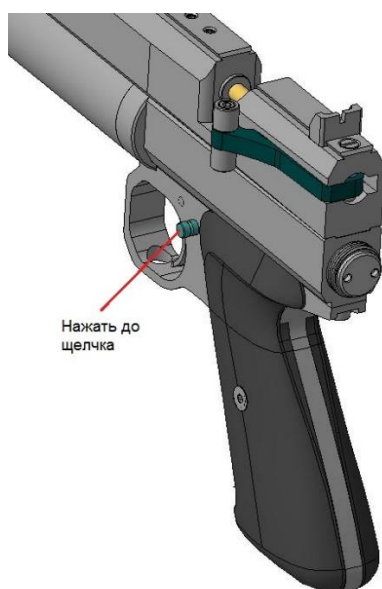

Рисунок 3.
- Поставить пистолет на предохранитель путем нажатия на него (Рисунок 3)